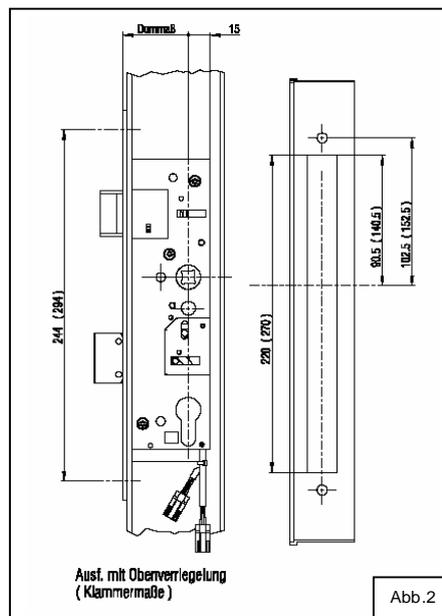

Abb.2
- 1.2 Der Freiraum in der Schlosstasche (Abb.2) ist so zu bemessen, dass Beschädigungen des Kabels ausgeschlossen sind.